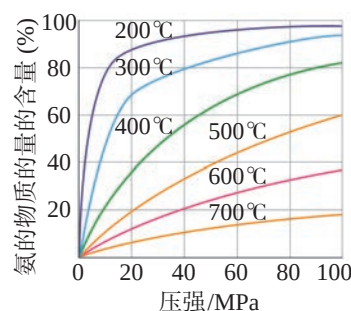

图 2.7 反应条件对合成氨含量的影响（氢氮比为 3）
如图 2.7 所示，温度升高，虽然能增大合成氨的反应速率，但会降低平衡混合物中氨的含量。温度过低，化学反应速率较小，需要很长时间才能达到平衡状态。在选择某反应的温度时，还应考虑催化剂的活性温度，以便最大限度地发挥催化剂的作用。所以，为了工业合成氨有较快的反应速率，必须在铁催化剂活性较高的温度下进行，为此合成氨反应一般选择在 500℃ 左右的温度下进行。催化反应主要发生在催化剂的表面，因此，要提高催化效率、降低成本，增大催化剂的比表面积^①十分重要。
- (1) H_2 与硫化合的反应是放热反应还是吸热反应?
- (2) 已知 H_2Te 分解反应的 $\Delta S > 0$, 请解释为什么 Te 和 H_2 不能直接化合。
- (3) 上述资料信息中是否都能够说明硫元素非金属性强于硒元素?
6. 体积比为 1:3 的 N_2 和 H_2 在不同温度及压强下反应, 平衡混合物中氨的物质的量的含量如图 2.7 所示。回答下列问题: